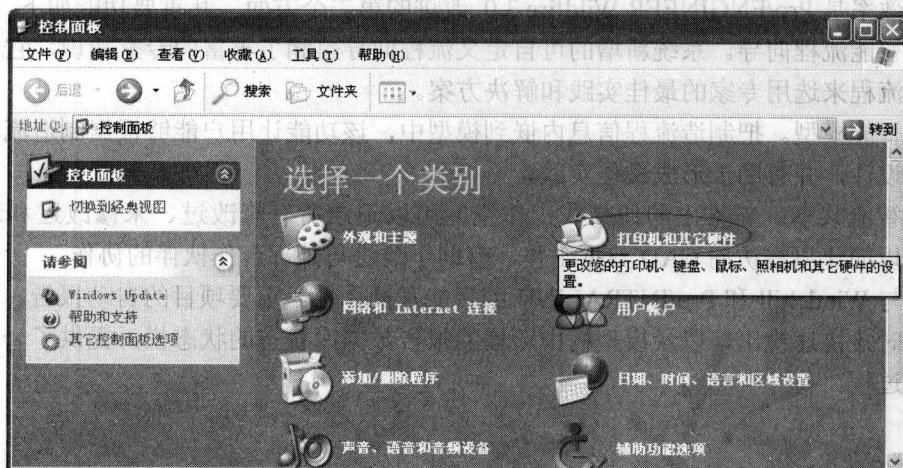

图 1-1 【控制面板】窗口
(1) 选择【开始】→【控制面板】选项，弹出【控制面板】窗口，如图 1-1 所示。